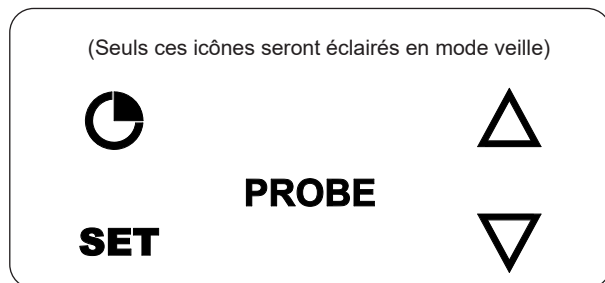

Fig. 43-3 Mode veille
**Appuyez sur l'interrupteur d'alimentation du thermomètre pour allumer:** Les commandes numériques s'allumeront, et le thermomètre/thermostat restera en mode veille jusqu'à son activation pour une utilisation. Si la sonde à viande est branchée, PROBE s'allumera également. Voir Fig. 43-3.